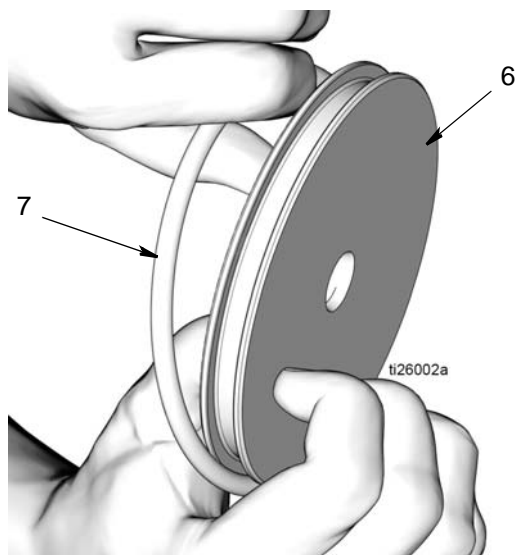

Рис. 22
- д. Извлеките уплотнительное кольцо круглого сечения (7) из поршня (6) (Рис. 22).